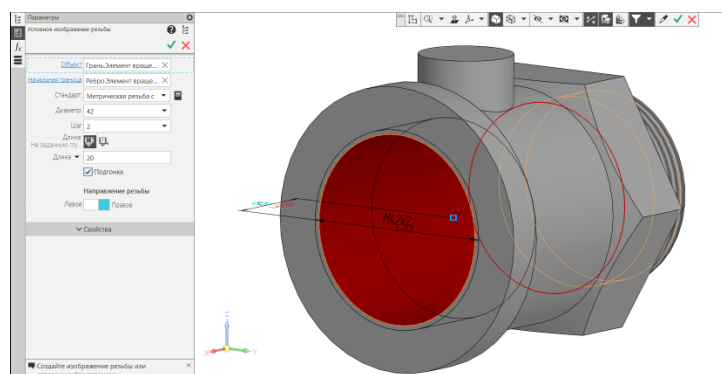

Рис. 15 Команда «Условное изображение резьбы» (внутренней)
- Условное изображение внутренней метрической резьбы: **Твердотельное моделирование – Обозначения – Условное изображение резьбы**. Параметры операции Условное изображение резьбы: объект – Элемент вращения 3; начальная граница – Элемент вращения 3; стандарт – Метрическая резьба с мелким шагом ГОСТ 24705–2004; диаметр – 42; шаг – 2; длина – На заданную глубину 20 мм; направление – Правая (рис. 15).